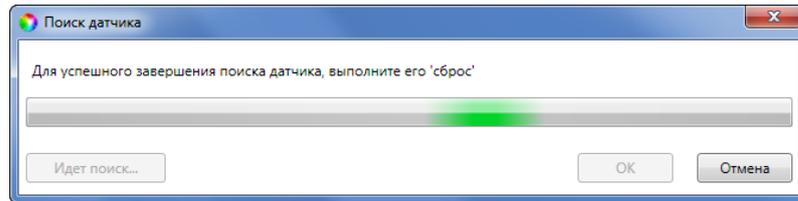

Рис. 5.22. Поиск радиоустройства
3. После нажатия кнопки *OK* начнется поиск радиоустройства контроллером (Рис. 5.22). Для того чтобы устройство было найдено контроллером, его следует перевести в режим связывания (выполнить «сброс»).